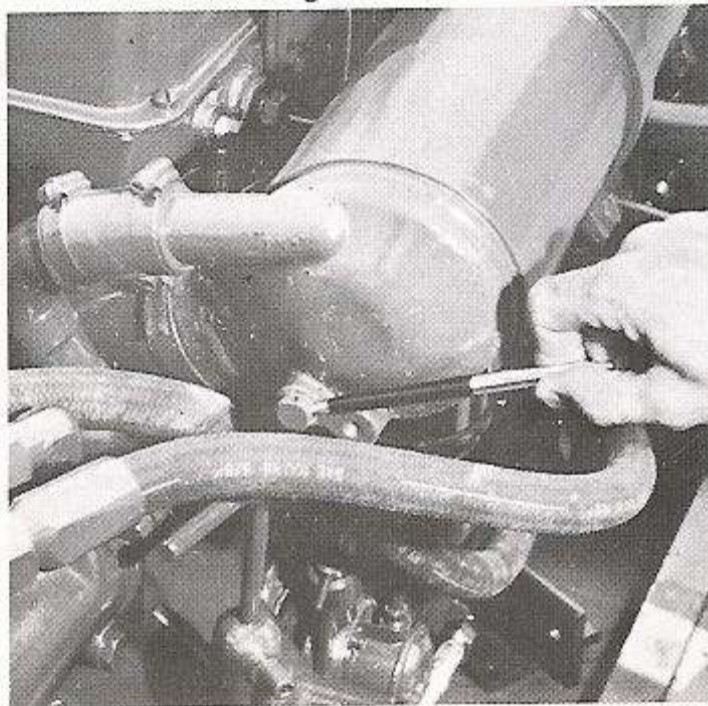

fig 4
- 9° Dans le cas d'un RC 210 D avec refroidisseur d'air, déposer les bouchons situés sur les chapeaux de refroidisseur (fig. 4).